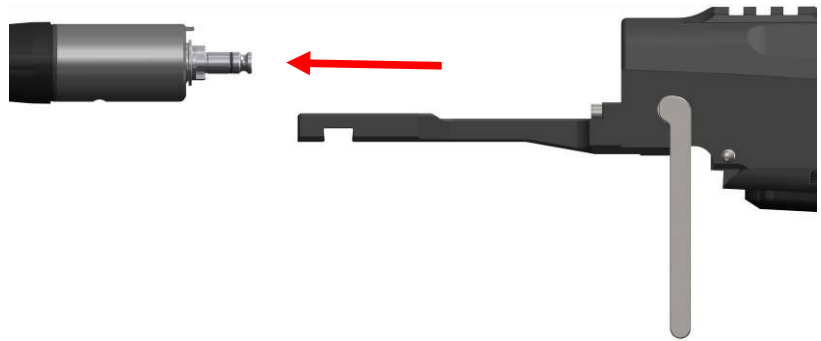

Bild 11
(5) Lauf mit Verschlusskopf nach vorne entnehmen (Bild 11)